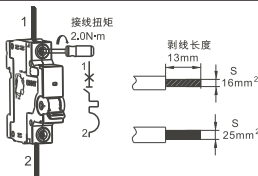

图5 NBDP-63(H)接线方式
5.4 适用于铜导线连接，导线选择见表2，接线方式及剥线长度示意图如图5。